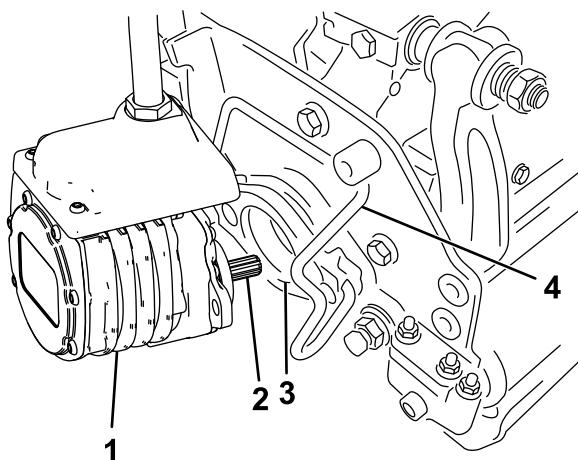

Figure 54
6. Enduissez de graisse propre l'arbre cannelé du moteur de l'unité de coupe (Figure 54).
7. Insérez le moteur dans le côté gauche de l'unité de coupe (vu de la position de l'utilisateur) et tirez la barre de retenue du moteur située sur l'unité de coupe vers le moteur jusqu'à ce que vous entendiez un déclic des deux côtés du moteur (Figure 54).